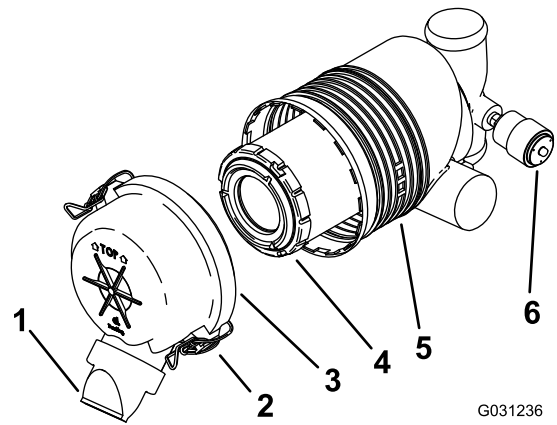

Figura 41
**Importante:** Sostituite il filtro dell'aria solo quando la spia di servizio è rossa (Figura 41). Sostituendo il filtro dell'aria prima del necessario si aumenta il rischio che la morchia entri nel motore quando si toglie il filtro.
5. Rilasciate i dispositivi di fermo del filtro dell'aria e togliete il coperchio dal corpo del filtro (Figura 41).
- Se l'indicatore di servizio è pulito, montate la copertura del filtro dell'aria con il coperchietto antipolvere orientato verso il basso e fissate i fermi (Figura 41).
1. Estraiete con cautela il filtro dal corpo del filtro dell'aria (Figura 41).
3. Montate il filtro con attenzione (Figura 41).
- Montate la copertura del filtro dell'aria con il coperchietto antipolvere orientato verso il basso e fissate i fermi (Figura 41).